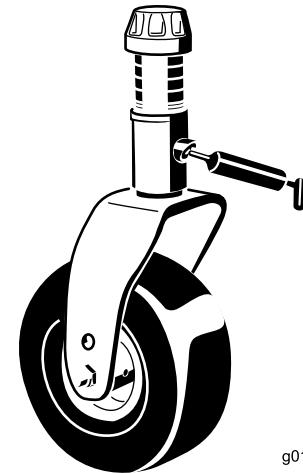

Figura 39
- 2 boccole dell'albero della forcella della ruota orientabile (Figura 39)